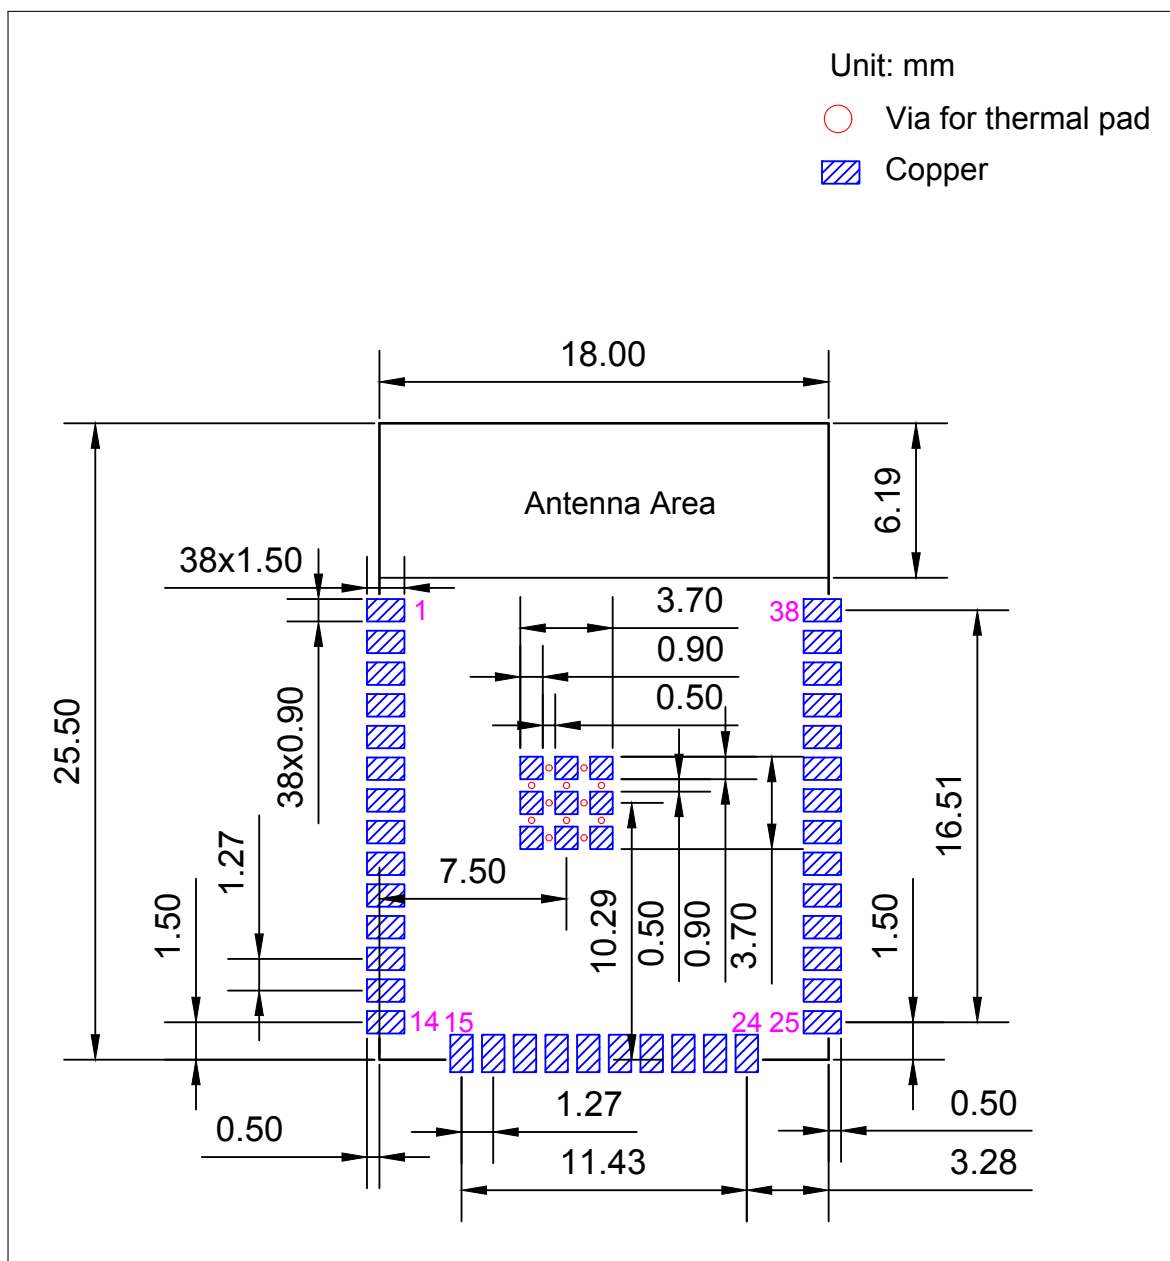
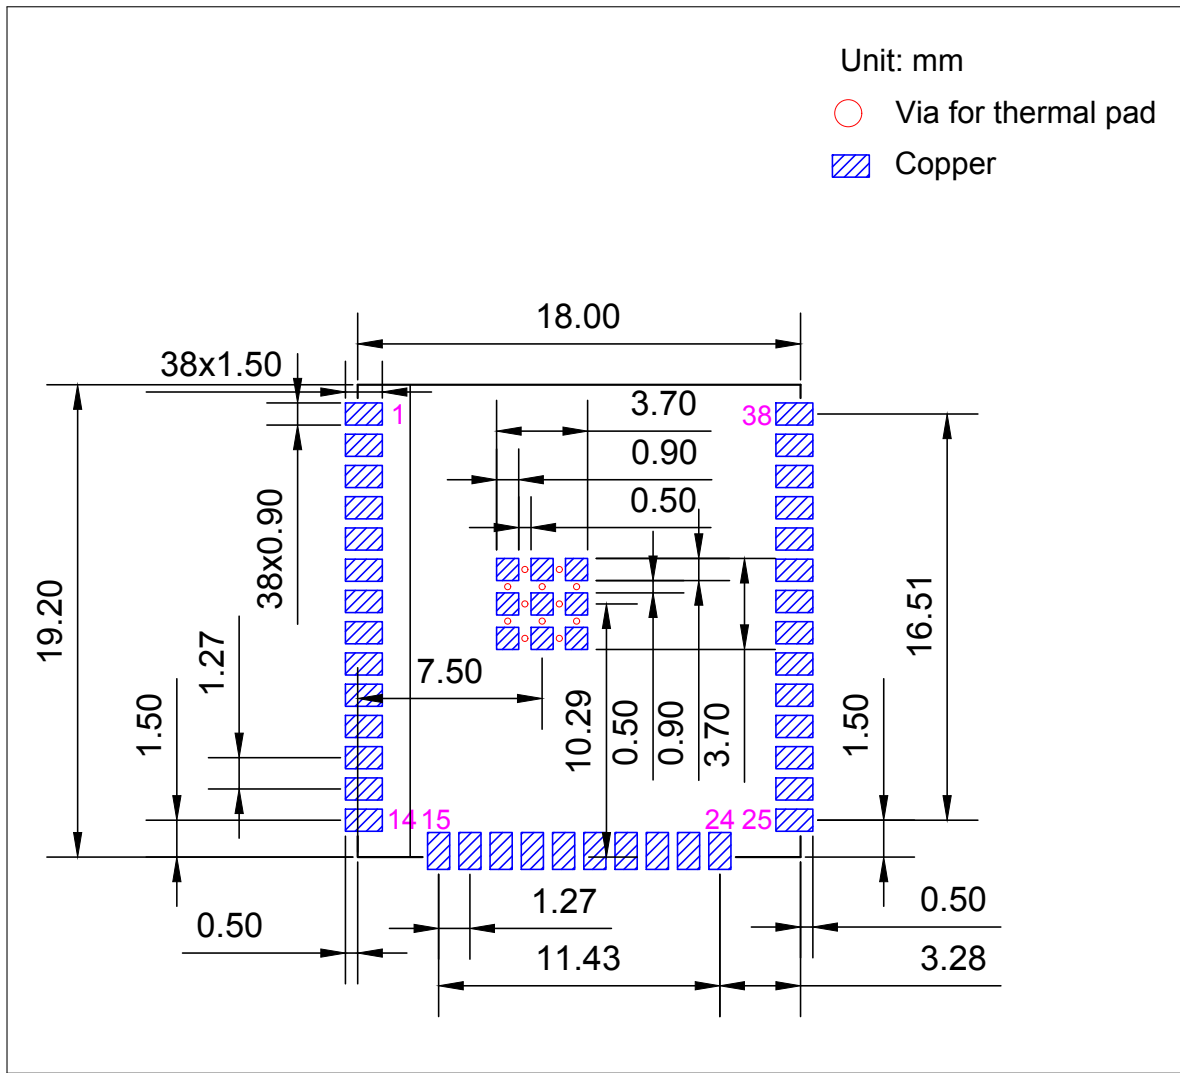

图 8: ESP32-WROOM-32D PCB 封装图形
图 9: ESP32-WROOM-32U PCB 封装图形
- 推荐 PCB 封装图，标有 PCB 设计所需的全部尺寸。详见图 8 ESP32-WROOM-32D PCB 封装图形 和图 9 ESP32-WROOM-32U PCB 封装图形。
- 推荐 PCB 封装图的源文件，用于测量图 8 和 9 中未标注的尺寸。您可用 Autodesk Viewer 查看 ESP32-WROOM-32D 和 ESP32-WROOM-32U 的封装图源文件。